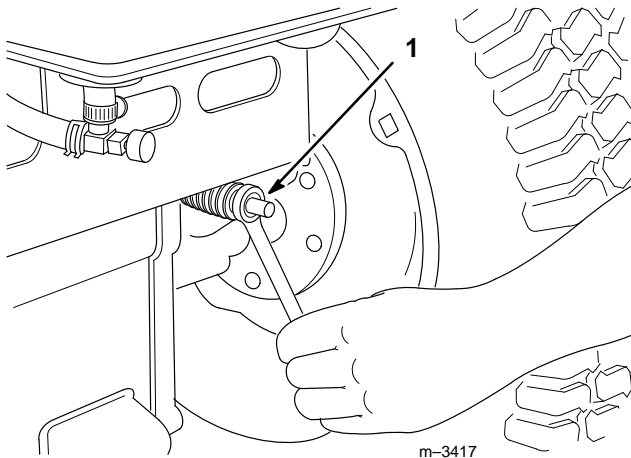

Figure 36
Le réglage du frein se trouve à l'arrière du tracteur (Fig. 36). Si le frein de stationnement n'agit pas suffisamment, il doit être réglé.
4. Tourner l'écrou de réglage du frein (Fig. 36) jusqu'à ce que la course libre de la pédale soit de 5 cm/2").